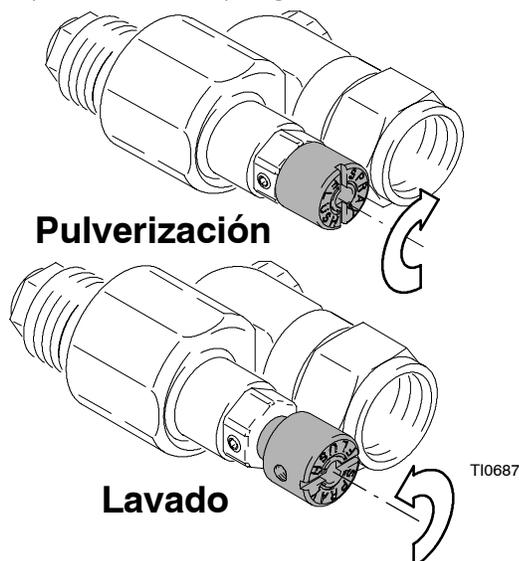

Fig. 2
4. Gire el mando de la válvula de pulverización en sentido antihorario hasta la posición fuera/lavado. Fig. 2.
La válvula de cierre CleanShot™ ofrece dos posibilidades: PULVERIZAR y LAVAR. La válvula viene ajustada de fábrica en la posición PULVERIZAR para pulverizar a presiones superiores a 700 psi (48 MPa, 4.8 bar). Gire la válvula en sentido antihorario hasta la posición LAVAR cuando desee lavar, limpiar, cebar o liberar la presión. La posición LAVAR también se utiliza para pulverizaciones a baja presión por debajo de 1000 psi (69 MPa, 6.9 bar). Fig. 2.